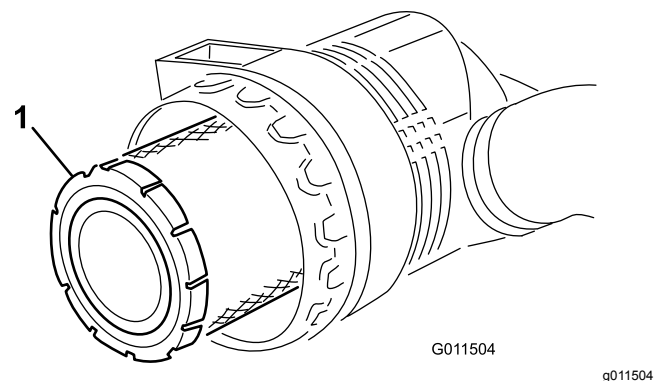
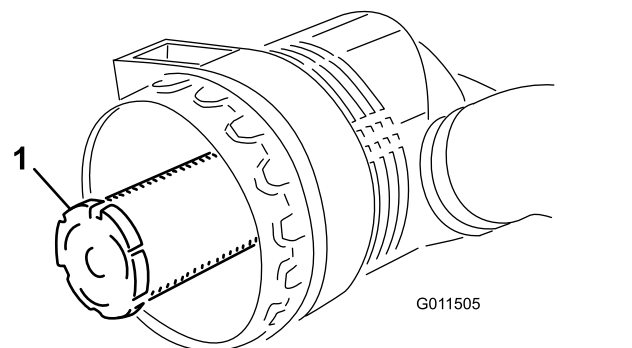

Figura 72
Figura 73
3. Retire o filtro principal (**Figura 72**). Não se recomenda a limpeza do elemento usado devido a possibilidade de danos no meio do filtro. Inspeccione o filtro novo para ver se sofreu danos durante o transporte, verificando a extremidade vedante do filtro e o corpo. Não utilize um elemento danificado. **Não** retire o filtro de segurança (**Figura 73**).
Importante: Nunca tente limpar o filtro de segurança (Figura 73). Substitua o filtro de segurança após três operações de manutenção do filtro primário.
4. Substitua o filtro principal (Figura 72).